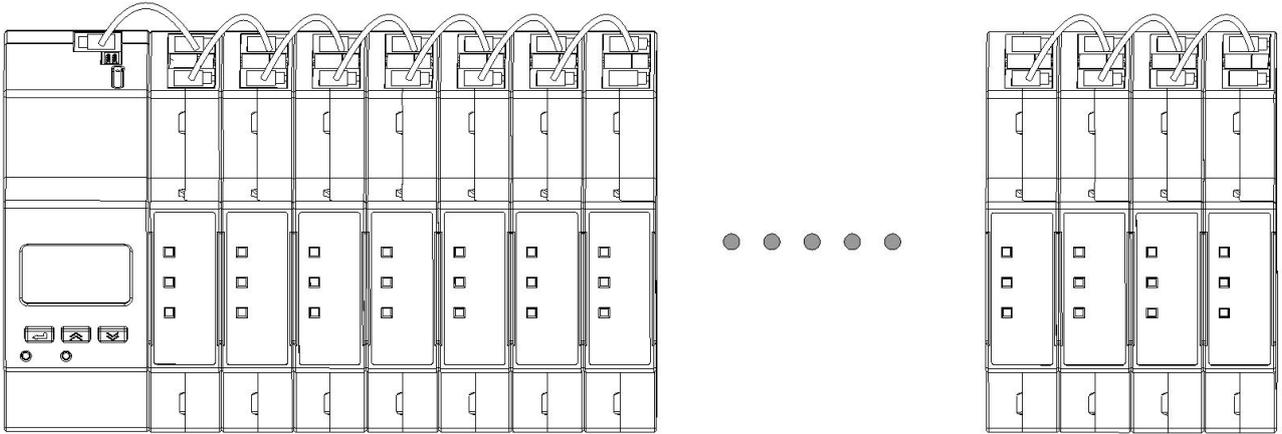

图 1 ADW600 效果图
1. 图 1 中的 ADW600 效果图最左侧的 ADW600-M 网关 (-4G/-CE/-WF)，需要另外下单。